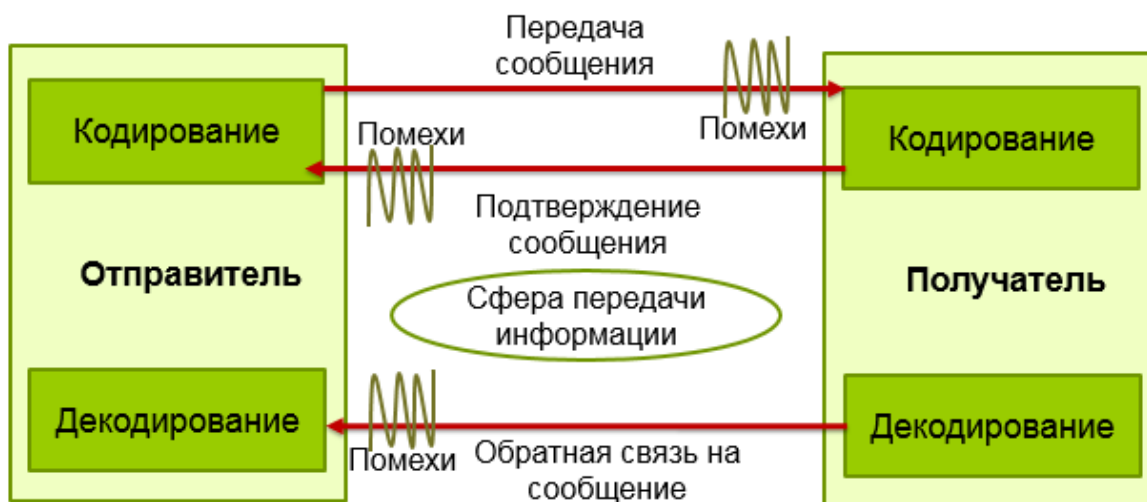

Рис. 7.3. Базовая модель коммуникации проекта
3) Коммуникационные модели, используемые для обеспечения коммуникации и обмена информацией, могут различаться в разных проектах, а также на разных стадиях одного и того же проекта. Базовая коммуникационная модель (рис. 7.3), состоит из двух сторон, обозначенных как отправитель и получатель. Среда передачи информации – это технологическая среда, включающая средство связи, в то время как помехи – это любое непредусмотренное воздействие или барьеры, которые могут помешать передаче сообщения.